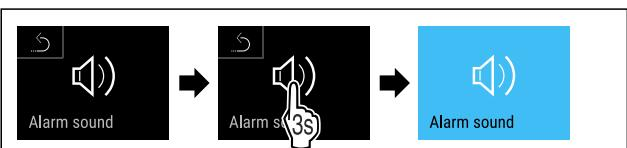

Fig. 110
- Seguir los pasos de procedimiento (consulte Fig. 110).